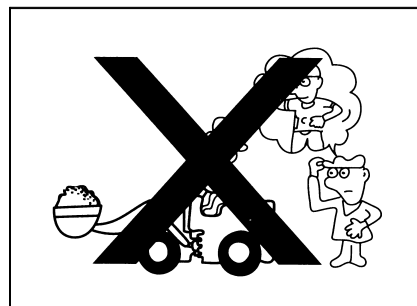

Рис. 1-43
- Перед началом движения следует нажать гудок и выдать сигнал, после убеждения в безопасности стартовать (рис. 1-43).